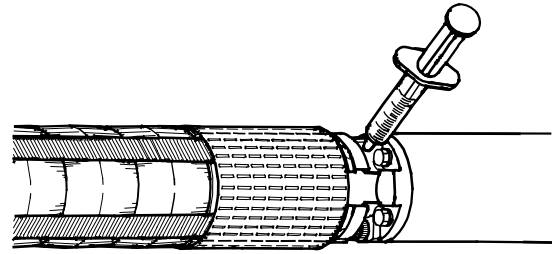

Abb. 7 Position des Einfüllventils
1. Mit einem Schraubendreher den Filter, der vor dem Ventil im oberen Lagergehäuse sitzt, heraushebeln. Hat der Filter einen Schlitz, ist er herauszuschrauben. Die Position des Einfüllventils ist der Abb. 7 zu entnehmen.
2. Füllspritze gegen das Ventil drücken und Flüssigkeit einspritzen, Abb. 7. Jeder übermäßige Druck mit der Spritze auf das Ventil ist zu vermeiden, um dieses nicht zu beschädigen. Das ist besonders wichtig, weil ein beschädigtes Ventil undicht sein kann.